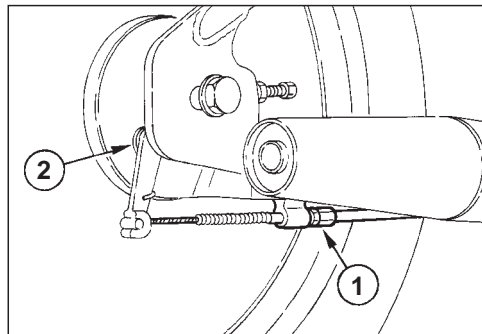

Fig. 16
- ◆ Con l'apposito registro posto in corrispondenza del tamburo freno posteriore (1-Fig. 16) recuperare il gioco del pedale mantenendo circa **20 mm** di corsa a vuoto misurati all'estremità della leva.
- ◆ La sostituzione dei ceppi freno andrà eseguita quando premendo il pedale del freno si avrà la corrispondenza tra i riferimenti posti sul piatto portaceppi e sulla leva di azionamento camma (2-Fig. 16).